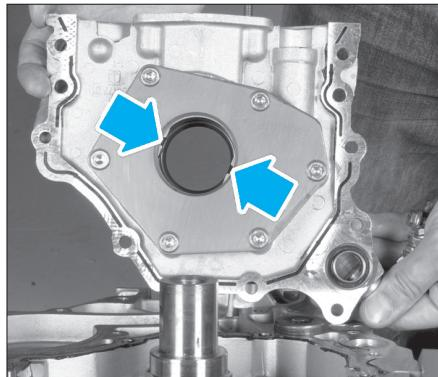

Fig. 17
- Engager la pompe à huile sur le vilebrequin en alignant les deux méplats de la pompe sur ceux du vilebrequin (**Fig.17**).